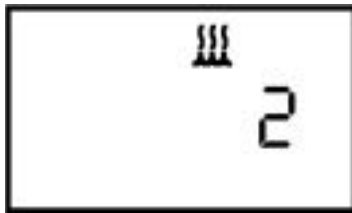

Abb. 6-6 Bildschirm mit Luftbefeuchter-Einstellung
1. Auf dem Standby- oder dem Überwachungsbildschirm die  Taste drücken und ca. 4 Sekunden lang gedrückt halten. Der Bildschirm mit der Luftbefeuchter-Einstellung erscheint (siehe Abb. 6-6).